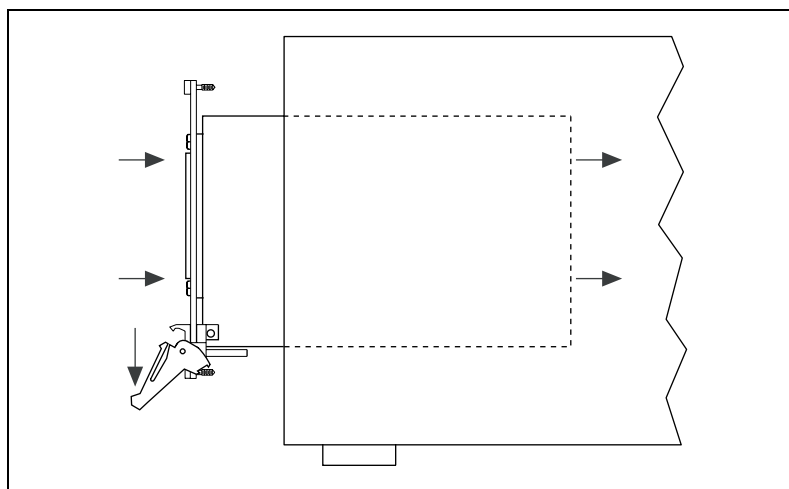

図 2-2 コントローラまたは周辺機器モジュール挿入時の脱着ハンドルの位置
- b. コントローラをシャーシの背面に差し込みます（図 2-2 にあるように、脱着ハンドルが押し下げられていることを確認します）。
- b. モジュールをシャーシの背面に差し込み、図 2-2 にあるように、脱着ハンドルが押し下げられていることを確認します。